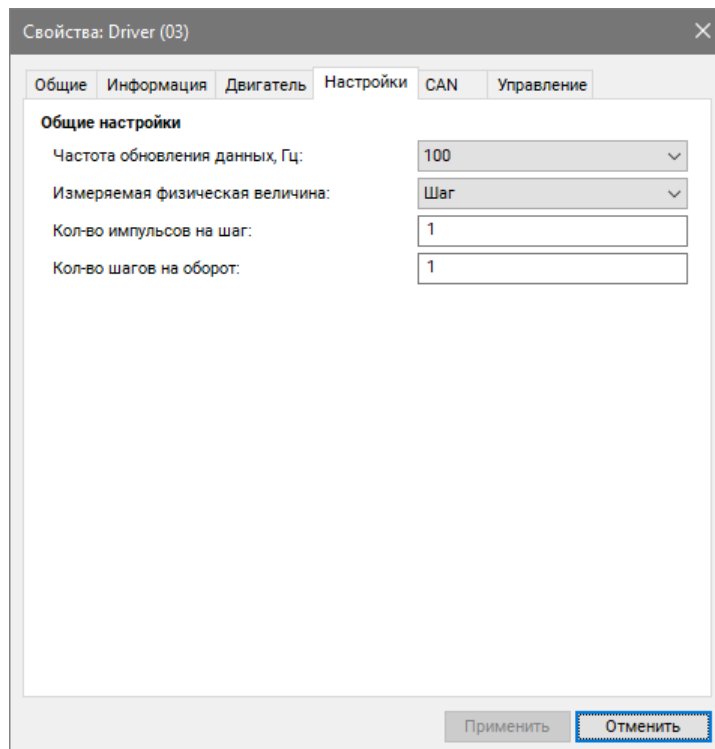

Рис. 2.11 Вкладка «Настройки»
- во вкладке «Настройки» следует установить параметры в соответствии с *Рис. 2.11*.